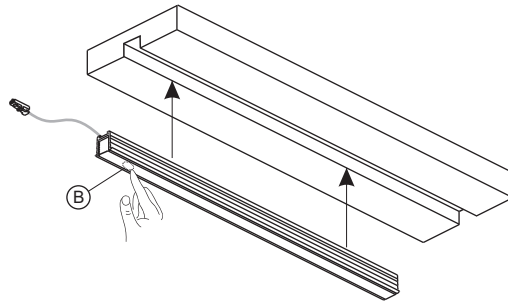

Fig.5
- The device is simply switched on and off by quickly touching its screen, under which the switch (B) is placed, which is always located at the end of the profile (figure 5).
- Das Ein- und Ausschalten der Leuchte erfolgt einfach durch ein schnelles Berühren der Abdeckung, unter dem sich der Schalter (B) befindet, der sich immer am Profildende befindet (Abb. 5)